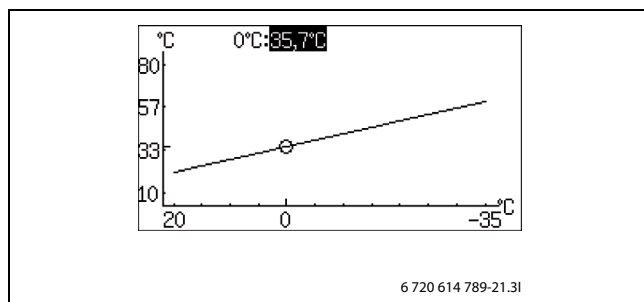

Bild 67
- Drehknopf bei markiertem Quadrat drehen, bis 0 °C markiert ist (→ Bild 67).